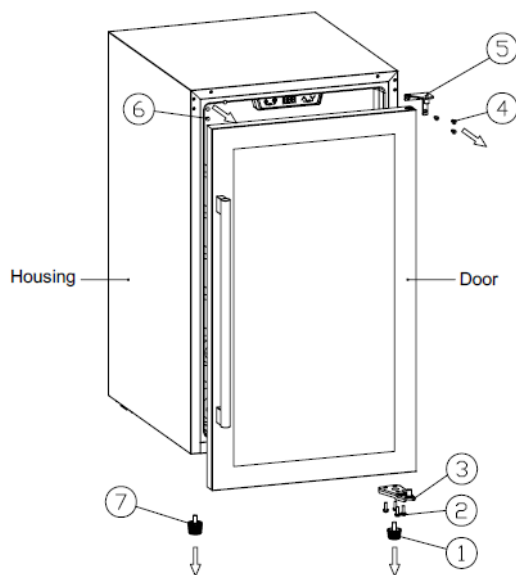

Figura 1
1. (Figura 1) Chiudi la porta.
2. (Figura 1) Rimuovi il piedino corto del mobile (1) nell'angolo inferiore destro, svita le viti (2) e toglì la cerniera inferiore destra della porta (3); abbassa un po' la porta, poi rimuovila e mettila da parte.
3. (Figura 1) Svita le viti (4) e toglì la cerniera superiore destra della porta (5); rimuovi il copriforo della cerniera (6) nell'angolo superiore sinistro e il piedino del mobile (7) nell'angolo inferiore sinistro.